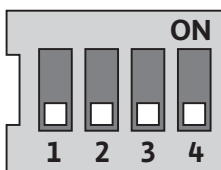

Fig. 29: DIP-afbryder
DIP-afbryderne (Fig. 9, pos. 6/ Fig. 29) befinder sig under husdækslet.